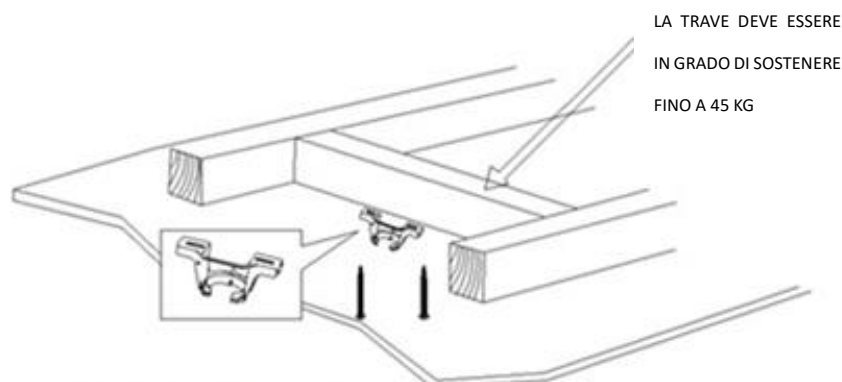

Fig. 2
- Fissare la staffa di supporto a una struttura o una trave del soffitto in grado di sostenere un carico di almeno 45 kg con le due viti lunghe fornite. Assicurarsi che almeno 30 mm della vite siano inseriti nella struttura (Fig. 2)